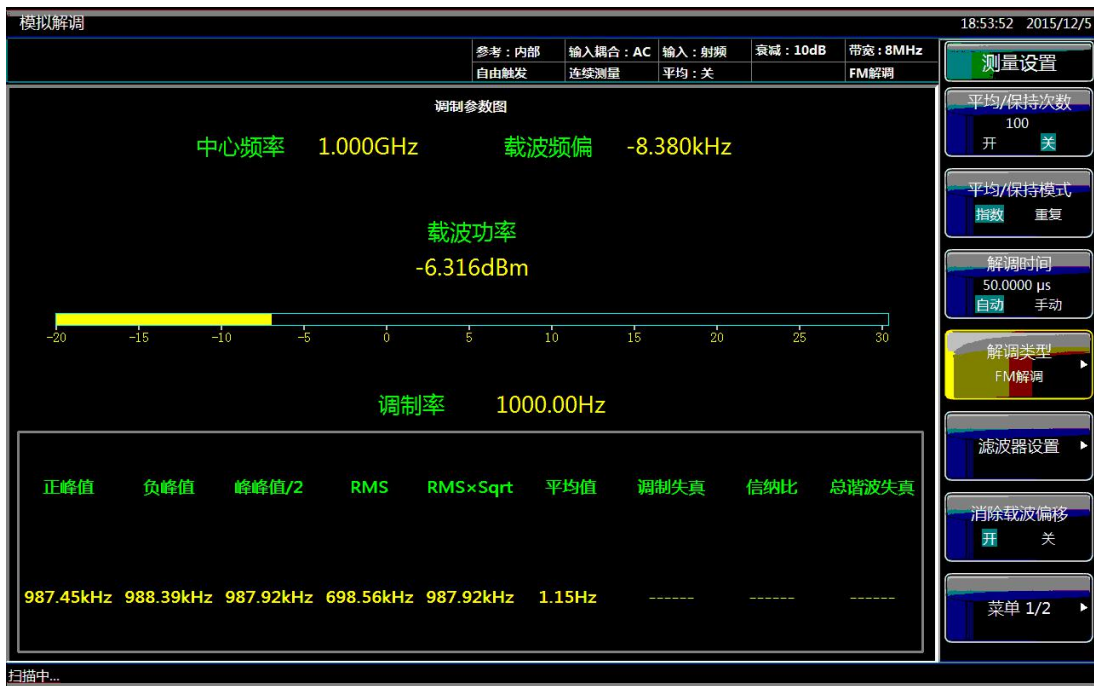

图 4.18 FM 信号测量结果
- h) 当测量完成后，正峰值检波方式测得的调制频偏、速率、失真和信纳比的测量结果就会同时显示在屏幕上。屏幕的下方会显示当前的测量设置。如图 4.18 所示：
- j) 各种检波方式下的测量结果如图 4.18 所示。